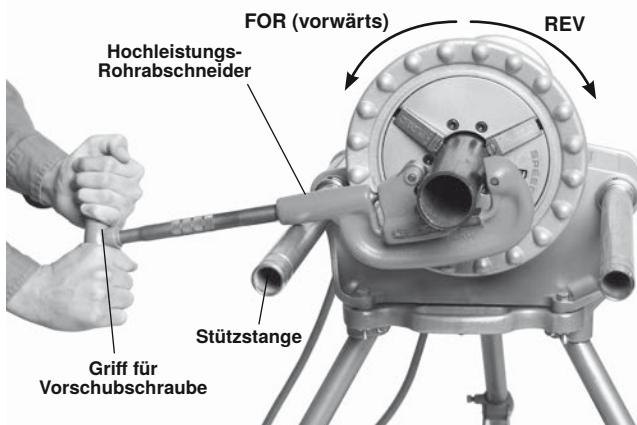

Abbildung 15 - Schneiden von Rohren mit Handschneider/Maschinendrehung (Schneidegerät in Kontakt mit der Stützstange halten.)
- Bringen Sie den Schalter REV/OFF/FOR (Rückwärts/Aus/Vorwärts) in die Stellung FOR (Vorwärts). Betätigen Sie den Fußschalter und geben Sie ihn wieder frei. Das Spannfutter sollte sich von der Seite der Maschine aus gesehen gegen den Uhrzeigersinn drehen (*siehe Abbildung 15*). Wiederholen Sie den Vorgang für die Stellung REV (Rückwärts). Das Spannfutter sollte sich nach rechts drehen. Wenn sich die Maschine nicht
Entfernen Sie den 311 Schlitten, bevor Sie den 300 Kraftantrieb mit Handgeräten zum Schneiden, Reiben oder Gewindeschneiden von Rohren verwenden. Vergewissern Sie sich, dass die schalterseitige Stützstange vollständig über die Vorderseite des Kraftantriebs hinausragt (*Abbildung 15*).
1. Öffnen Sie das Schneidrad, indem Sie die Vorschubsschraube gegen den Uhrzeigersinn drehen. Legen Sie das Schneidrad mit der offenen Seite nach oben (wie in *Abbildung 15* gezeigt) und richten Sie das Schneidrad an der Markierung auf dem Rohr aus. Das Schneiden von Gewinden oder beschädigten Rohrabschnitten kann das Schneidrad beschädigen.